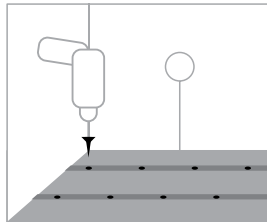

Рис.3
4. Закрепите на полу отрезки монтажной ленты (рис. 3).